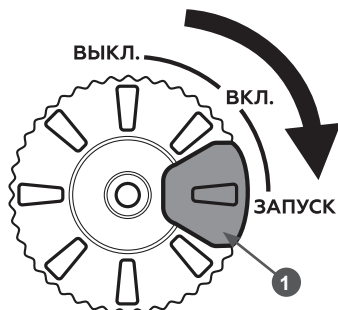

Рис. 15. Положения многофункционального рычага
5. Поверните многофункциональный рычаг сначала в положение «ВКЛ.», затем в положение «ЗАПУСК» (Рис. 15). При этом включается цепь зажигания, открывается топливный кран и закрывается воздушная заслонка карбюратора.
При запуске прогретого двигателя воздушную заслонку карбюратора закрывать не нужно. При запуске прогретого двигателя устанавливайте многофункциональный рычаг в положение «ВКЛ.» (Рис. 15).
7. По мере прогрева двигателя (как только двигатель начнёт «захлёбываться») постепенно открывайте воздушную заслонку (поворачивайте многофункциональный рычаг из положения «ЗАПУСК» в положение «ВКЛ.») (Рис. 15). Прогрев двигателя в зависимости от температуры окружающей среды занимает не более 1 минуты.
6. Нажмите кнопку 1 выключателя электрического стартера и удерживайте её (Рис. 15). После запуска двигателя отпустите кнопку.
При возникновении аварийной ситуации, для экстренной остановки двигателя генератора поверните многофункциональный рычаг в положение «ВЫКЛ.» (ВЫКЛЮЧЕНО) (Рис. 15).
3. Поверните многофункциональный рычаг в положение «ВЫКЛ.» (ВЫКЛЮЧЕНО) (Рис. 15).